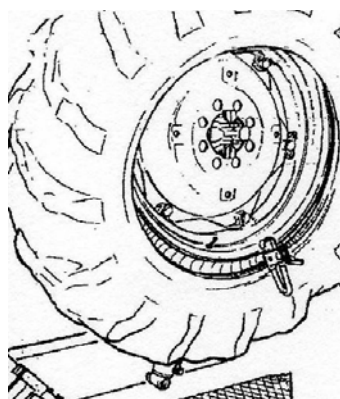

Рисунок 25
8.5.29 Снова поднимите колесо и прикрепите монтажную струбцину на внешней поверхности обода примерно в 20 см правее вентиля (Рисунок 25).